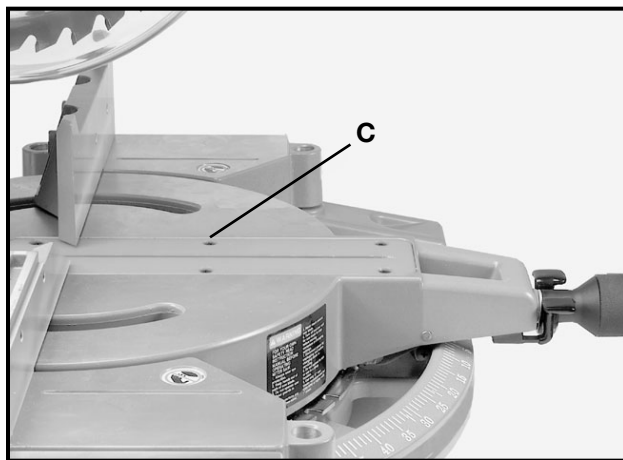

Fig. 7
2. La fig. 7 illustre la table (C) à la position de 0 degré pour une coupe perpendiculaire.